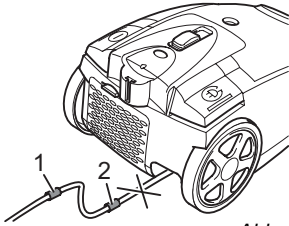
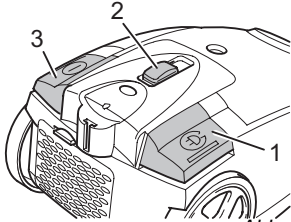

Abb. 10
Abb. 11
2. Ziehen Sie das Kabel am Stecker bis zur gelben Markierung (Abb. 10/1) heraus.
Falls die rote Markierung (Abb. 10/2) sichtbar ist, ziehen Sie das Kabel mithilfe der Kabelaufrolltaste (Abb. 11/3) wieder bis zur gelben Markierung ein. Ansonsten kann das Kabel abreißen. Es besteht die Gefahr eines elektrischen Schlages.
3. Schalten Sie den Bodenstaubsauger am Ein-/Aus-Schalter (Abb. 11/3) ein.
4. Stellen Sie die Saugleistung am Saugleistungsregler (Abb. 11/2) ein.